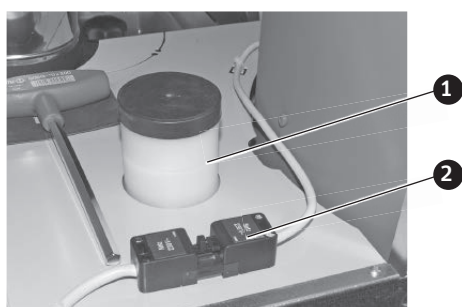

Fig. 90 Remplir le réservoir d'eau
- ▶ Retirer le bouchon du réservoir d'eau et faire l'appoint – Fig. 90.